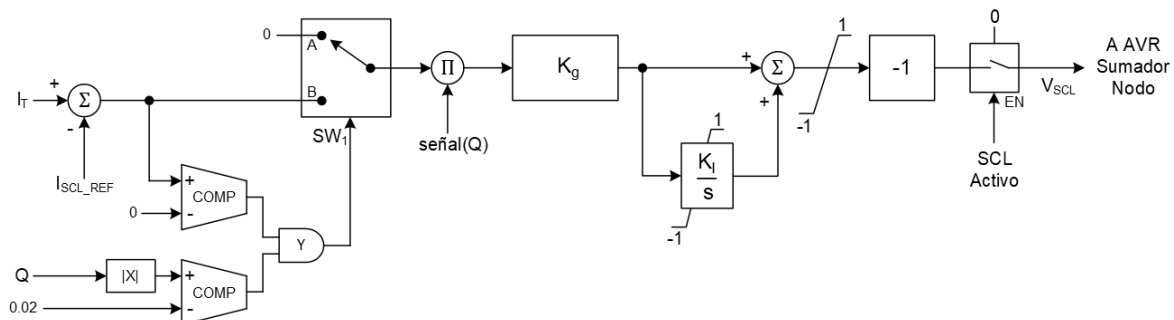

Figura 33-17. Diagrama de Bloques del Limitador de Corriente del Estátor por Unidad
El limitador de corriente del estátor (SCL) modifica el nivel de excitación en función de si VAR está siendo absorbido (anticipado) o exportado (retrasado) por la máquina síncrona. Figura 33-17 muestra el modelo del limitador de corriente del estátor. SCL constituye el bucle externo y el regulador de voltaje constituye el bucle interno. El controlador tipo PI se utiliza para lograr una respuesta deseada. La señal (Q) se define como positiva (+1) para sobreexcitación y negativa (-1) para condición de subexcitación. Este limitador puede modelarse como un modelo tipo SCL1C.